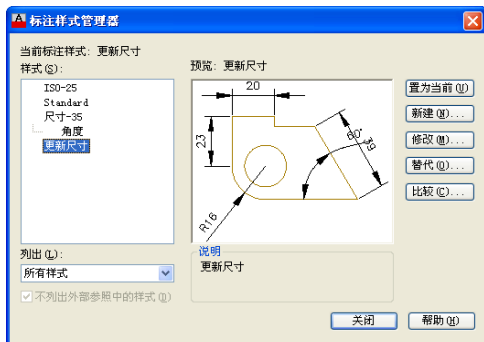

图 6-112 【标注样式管理器】对话框
08 单击 **确定** 按钮返回【标注样式管理器】对话框，确保刚设置的“更新样式”处于选择状态，单击 **置为当前 (D)** 按钮，将其设置为当前样式，如图 6-112 所示。